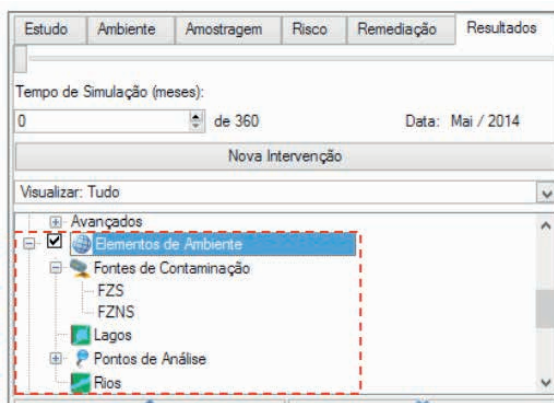

Figura 2.164 Elementos do Ambiente.
- Elementos do Ambiente: a opção *Elementos do Ambiente* permite visualizar as informações sobre os elementos *Pontos de Análise*, *Fontes de Contaminação*, *Rios* e *Lagos*, utilizados para configurar o cenário (Figura 2.164). A caixa de seleção *Elementos de Ambiente* permite visualizar ou esconder os elementos mencionados na área de visualização do SCBR.